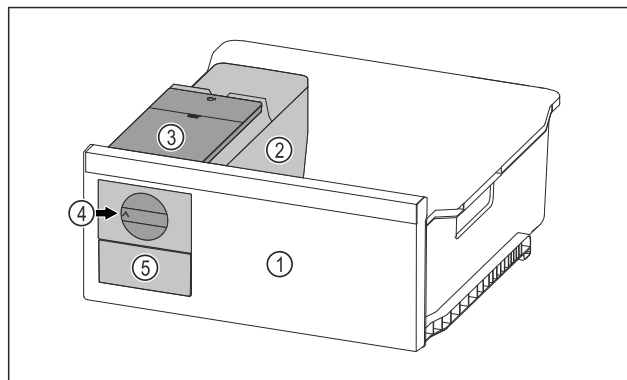

Fig. 108 Ilustrační zobrazení
- ▶ Otočte otočný knoflík Fig. 108 (4) ve směru hodinových ručiček až na doraz.
- ▷ Kostky ledu padají z misky na kostky ledu do zásuvky na kostky ledu Fig. 108 (5).